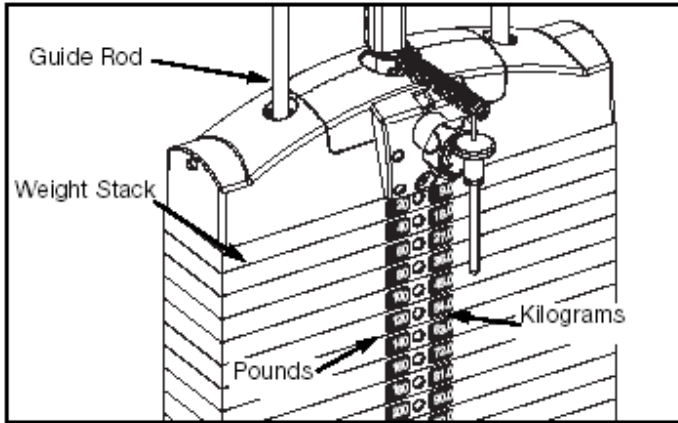

Figura 3
**E.** Remova com cuidado o lado dianteiro, saindo dos decalques que aderem às placas do peso. Veja Figura 3.